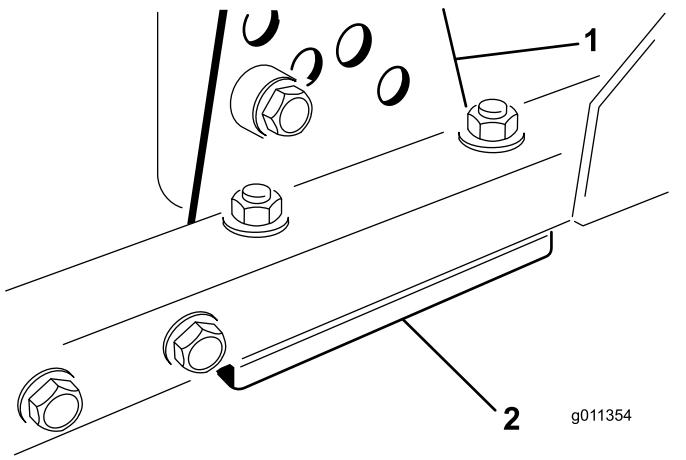

Figura 73
- Retire o suporte da altura de corte, (frente, esquerda ou direita) da estrutura da plataforma (Figura 73).
- Ajuste os calços de 1,5 mm e/ou de 0,7 mm entre a estrutura da plataforma e o suporte para obter a definição de altura pretendida (Figura 73).